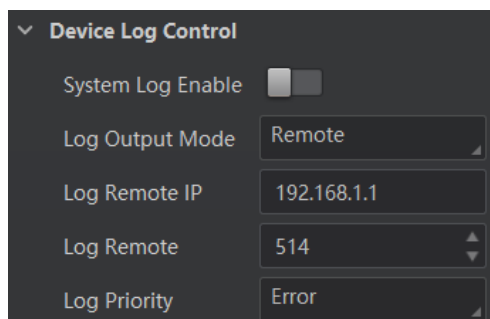

图9-3 远程存储模式
- 当选择 *Remote* 时，为远程存储模式，系统日志将通过远程传输，此时还需要通过 *Log Remote IP* 和 *Log Remote* 参数来设置远程目标 IP 地址和端口号，如图 9-3 所示。